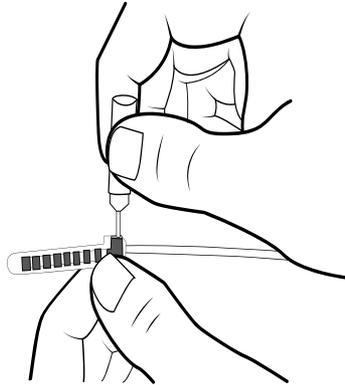

Figure 26. Serrage de la vis de pression
*Remarque :* pour serrer la vis de pression, tenir la base du capuchon de la sonde d'une main et de l'autre, tourner la clé dynamométrique dans le sens des aiguilles d'une montre jusqu'à ce que vous entendiez un clic, indiquant que la vis de pression est bien fixée (Figure 26). Pour desserrer la vis de pression, tourner la clé dynamométrique dans le sens anti-horaire.